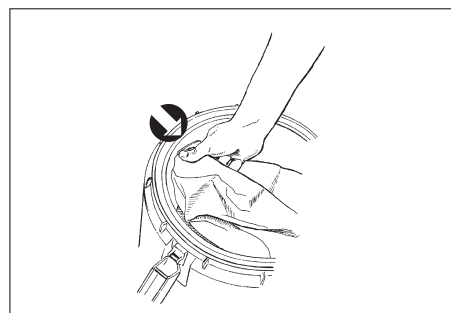

Рисунок 10
8. Дополнительно в наличие имеется разовый бумажный мешок. Если вы хотите установить бумажный мешок, снимите верхнюю часть вакуумного механизма и установите бумажный мешок для пыли, вставив в установочный башмак бумажного мешка отражатель. Чтобы удостовериться, что мешок должным образом расположен на отображателе, проверьте, находится ли резиновое уплотнение в пазе отображателя (см. рисунок 10). ПРИМЕЧАНИЕ: После транспортировки проверьте, прочно ли установлен бумажный мешок, чтобы избежать попадания пыли в вакуумный резервуар.